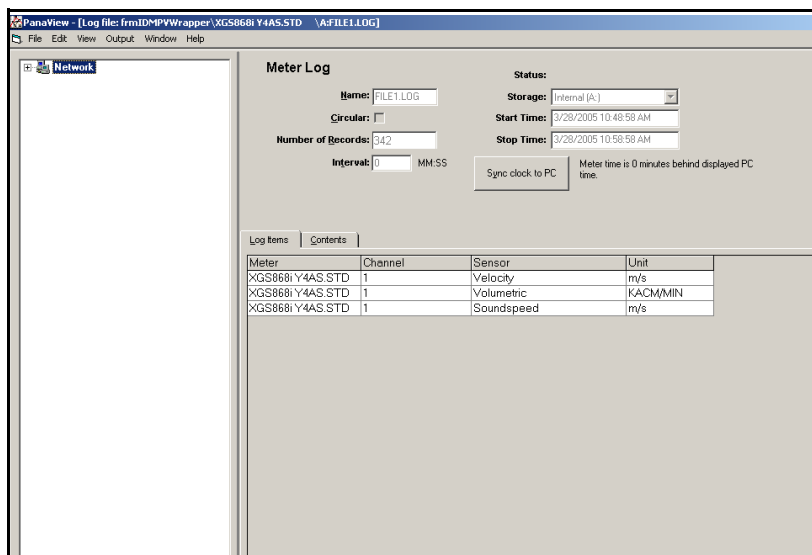

Рис. 20: Окно данных для отдельного журнала измерителя
2. Дважды нажмите требуемый журнал. Откроется окно для отдельного журнала, как показано на *Рис. 20* внизу.
- Перейдите на вкладку *Log Items* (см. *Рис. 20* вверху) для списка параметров, заданных для ведения журнала.